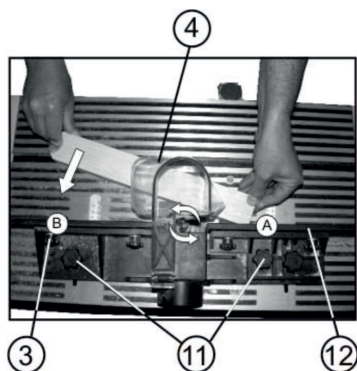

Рис. 8
Установите глубину фрезерования, после чего крепежными гайками (11) надежно закрепите положение, Рис.8.
## Несквозное фрезерование (Рис. 8, 9, 10)
Для отвода заготовки ее следует перемещать в направлении (С), Рис. 8. Из соображений безопасности опорный торец должен располагаться справа.
Установите глубину фрезерования, положение надежно зафиксируйте крепежными винтами (11), Рис.8. Нажмите зеленую кнопку выключателя (8), Рис.1 фрезерного стола.